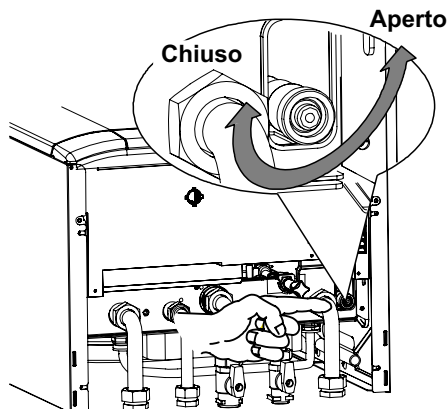

Fig. 9.4
- Allentare il rubinetto di svuotamento caldaia indicato in Fig. 9.4 .